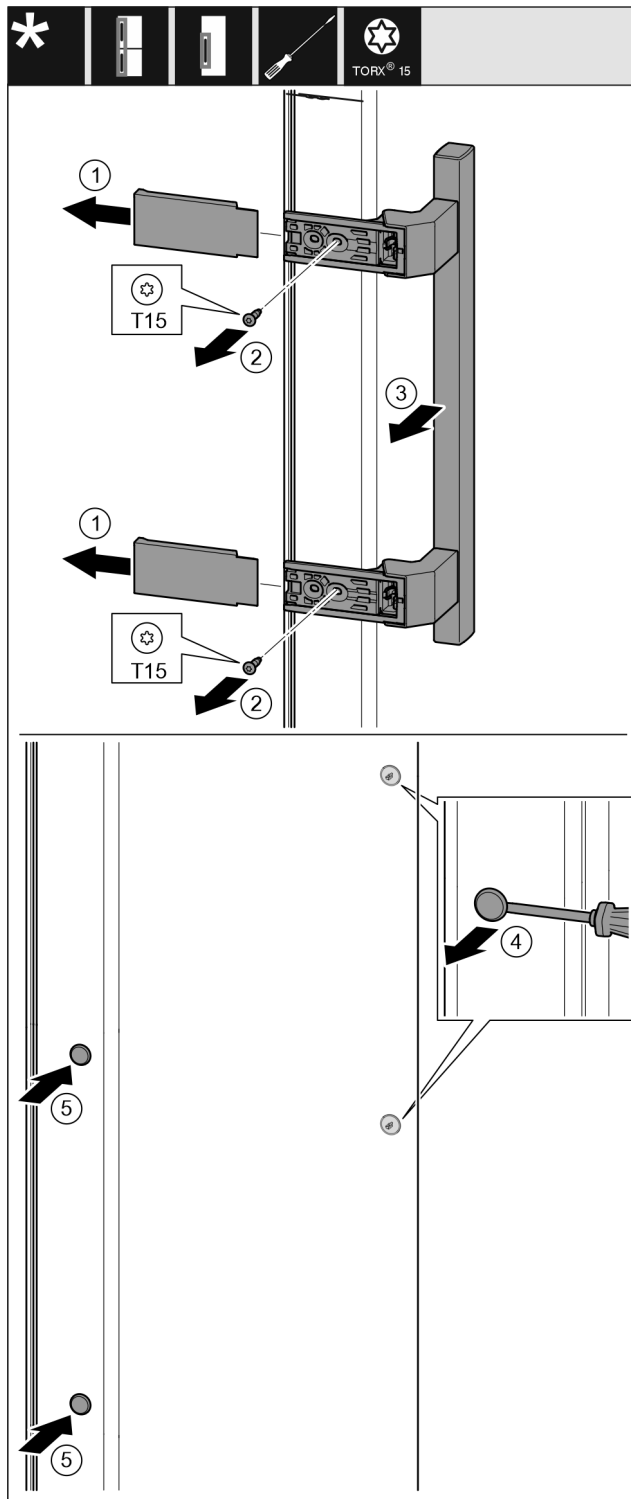

Fig. 39
- ▶ Abdeckung abziehen. Fig. 39 (1)
- ▶ Schrauben mit Schraubendreher T15 herausdrehen. Fig. 39 (2)
- ▶ Griff abnehmen. Fig. 39 (3)
- ▶ Seitlichen Stopfen vorsichtig mit einem Schlitzschraubendreher anheben und herausziehen. Fig. 39 (4)
- ▶ Stopfen auf der anderen Seite wieder einsetzen. Fig. 39 (5)